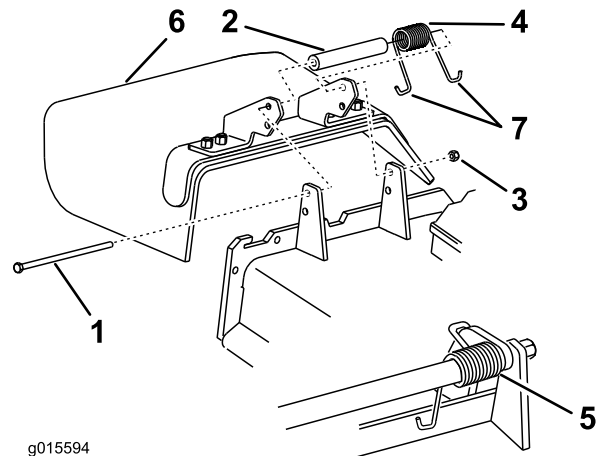

Figure 106
Remarque: Prenez soin de placer une extrémité en J du ressort derrière le bord du tablier avant de mettre le boulon en place, comme montré à la Figure 106.
3. Remettez le boulon et l'écrou en place. Accrochez l'extrémité en J du ressort au déflecteur d'herbe (Figure 106).